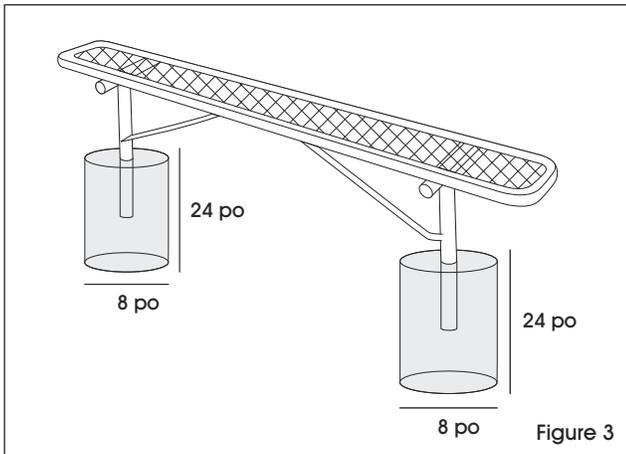

Figure 3
6. Mesurez la distance entre le centre de chaque patte et creusez deux trous correspondants de 24 po de profondeur et 8 po de largeur. (Voir Figure 3)